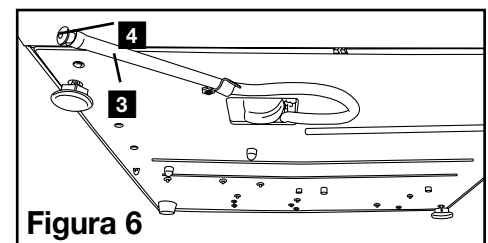

Figura 6
2. Utilizând furtunul de drenare (consultați secțiunea 3.5 Amorsarea pompei, Figura 6), goliți conținutul rezervorului în recipientul pentru apă.